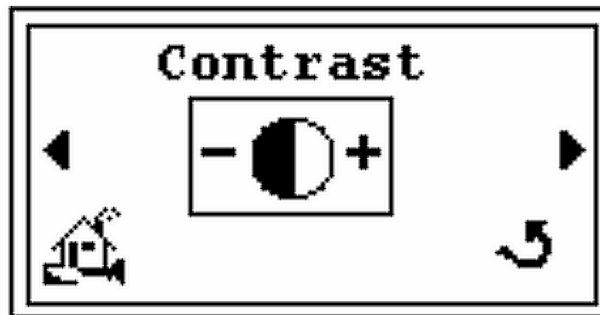

図 2-36 Contrast - 初期画面
4.  を押すと *Contrast* 画面が表示されます (図 2-36)。
7. **Enter** を押すと *Contrast* 画面に戻ります (図 2-36)。